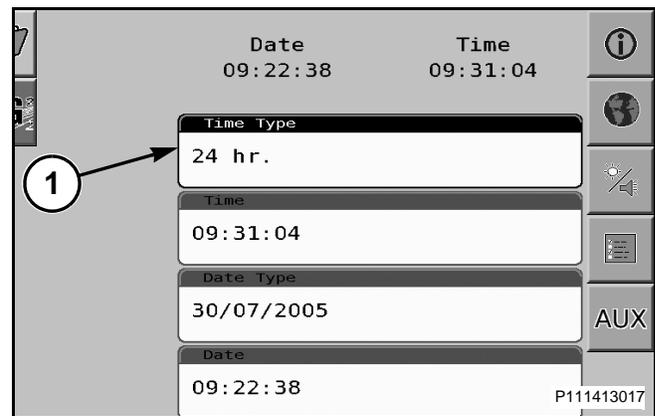

FIG. 83
FIG. 83: Para seleccionar el tipo de hora, desplácese hasta la casilla de tipo de hora (1) para resaltarla y a continuación presione el botón de la rueda de selección para seleccionarla.